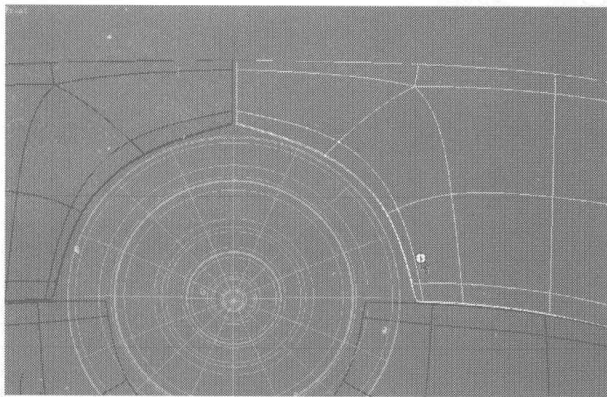
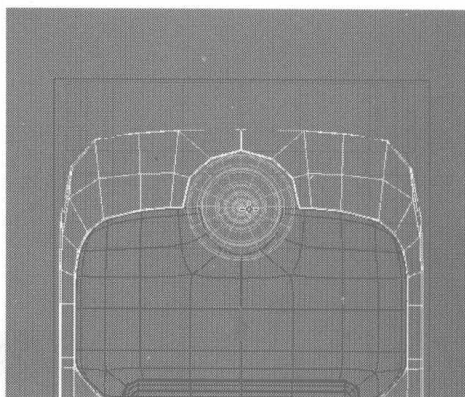

图 4.144
图 4.145
- 18** 取消所有的编辑模式，在 Front 视图中选择如图 4.144 所示的物体，在 Modify 控制面板中的堆栈栏下方单击 按钮，取消该物体的单一化，然后单击右键，在弹出的快捷菜单中选择 Attach 命令，再选择视图中左侧的外框物体，将其合并，如图 4.145 所示。